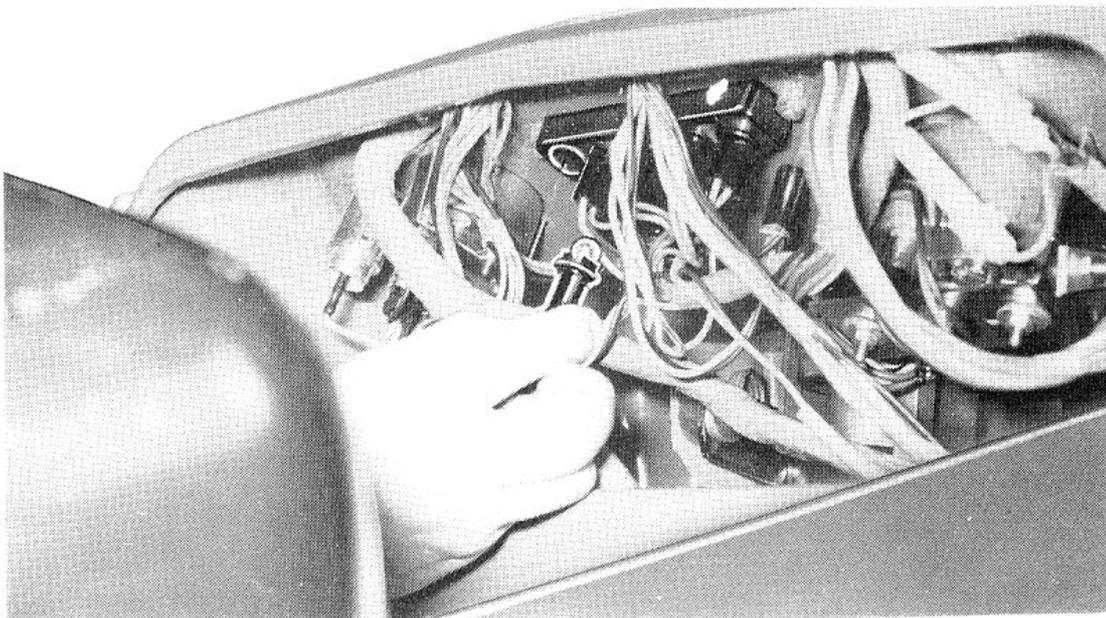

FIG. 42
3. (Fig. 42). Tourner l'ampoule défectueuse et son support en sens inverse des aiguilles d'une montre et les retirer de la barrette.